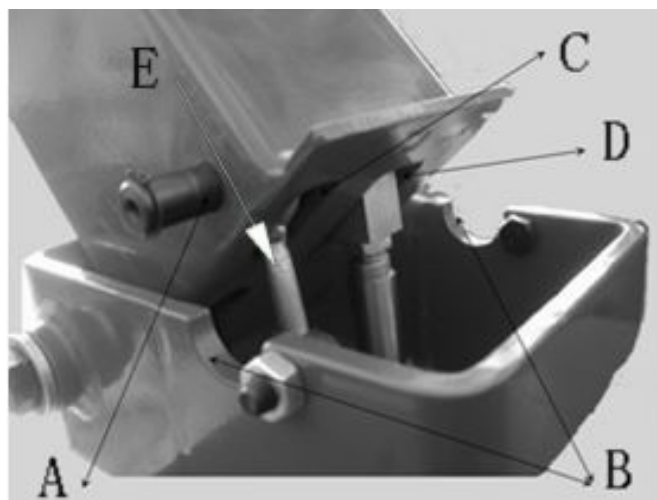

図 4-6
4.2.9 柱の前方下部の  $\Phi 16$  穴(図 4-6 A)を上部シート上の半円形の穴(図 4-6 B)に併せます。突き出しシャフト(図 4-1B)の片側の保持ワッシャーを取り外し、柱の穴から挿入し、シャフト(図 4-6E)とシリンダーピストンロッド(図 4-6D)の穴と  $\Phi 16$  の穴を通して反対側の穴へ通してゴム製の保持ワッシャーで止めます。